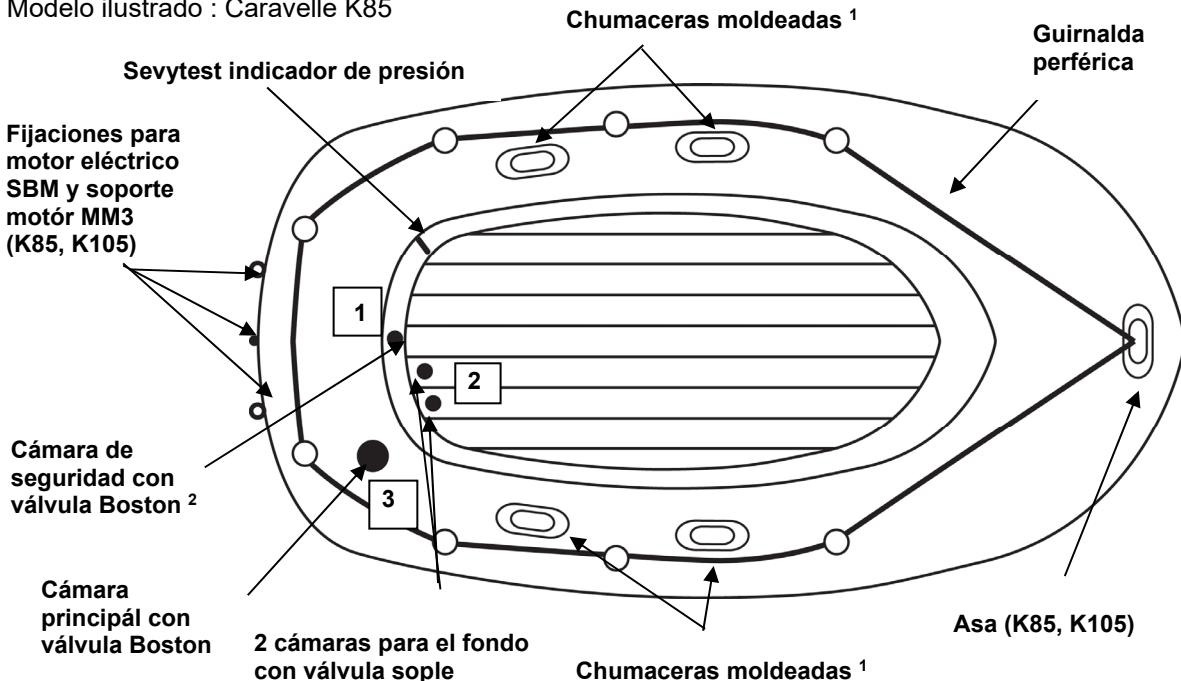

Figura 1
- Válvula(s) Boston (ver ilustración): para hinchar, quite el tapón de la válvula (1) ; enrosque el cuerpo de la válvula (2) en la base de la válvula (3), sobre el flotador ; verifique que el tapón sigue siendo accesible. Inserte la extremidad del tubo del hinchador en la válvula. Hinche el flotador hasta la presión requerida (ver punto 3). Al terminar el inflado, cierre la(s) válvula(s) con el tapón. **NOTA:** es normal comprobar un ligero escape de aire antes de apretar el tapón de una válvula. Unicamente los tapones aseguran la ESTANQUEIDAD FINAL.
2. Hinche el producto siguiendo el orden de hinchado indicado en la placa de identidad imprimida sobre el producto (referirse tambien la figura 1, numeración de las válvulas).
3. Presión requerida : la presión de utilización es de 0,06 bar (= 60 mbar). No superarla. El producto está equipado con un SEVYTEST, una escala de expansión que muestra hasta qué punto se puede hinchar. Hinche en primer lugar la cámara de seguridad (figura 1) hasta alcanzar la indicación "+" del Sevytest ; después, la cámara principal (figura 1) hasta alcanzar la indicación "-". **Sobrepresión** : deje escapar aire hasta alcanzar la presión requerida. **Poca presión** : vuelva a hinchar ligeramente. **NOTA** : después de numerosos hinchados, es posible que la indicación del SEVYTEST no vuelva a su posición inicial debido a un alargamiento del PVC bajo la influencia de la presión. Sin embargo permitirá verificar que la indicación permanece en la zona recomendada.